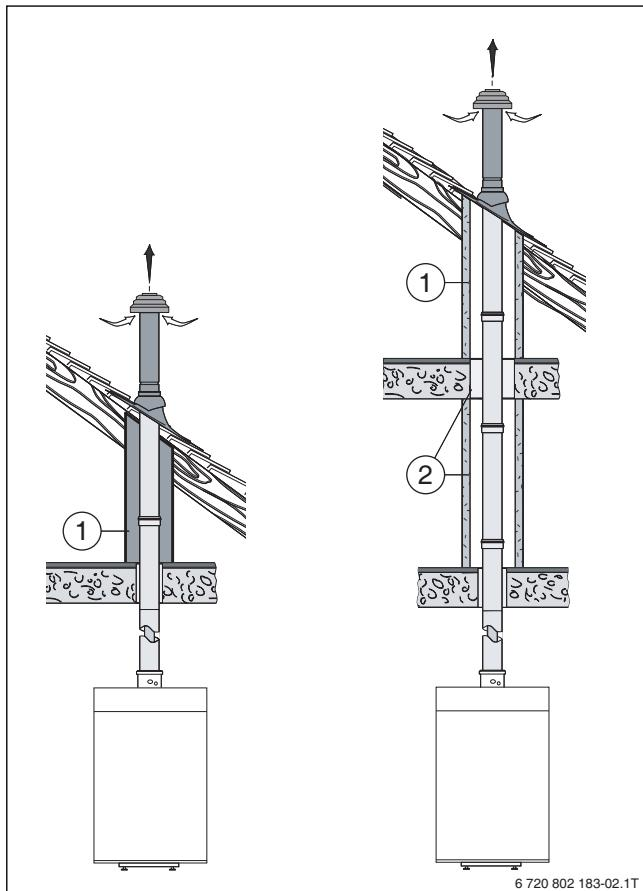

Рис. 2 Конструкция шахты
- Если непосредственно над помещением установки оборудования находятся только конструкции кровли, то труба подачи воздуха/отвода дымовых газов должна иметь облицовку на участке между верхним краем перекрытия помещения установки оборудования и кровельным покрытием. Для этого подходят негорючие, формоустойчивые строительные материалы или металлическая защитная труба ( $\rightarrow$  рис. 2, [1]).
- Между перекрытиями этажей трубы подачи воздуха/отвода дымовых газов вне помещения установки оборудования до кровельного покрытия должна проходить в шахте с классом огнестойкости L30 (F30) или L90 (F90) ( $\rightarrow$  рис. 2, [2]). Для этого применяйте только разрешенные шахтные конструкции.